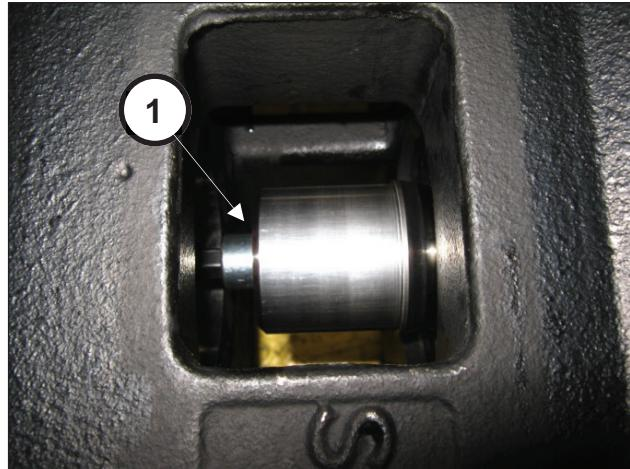
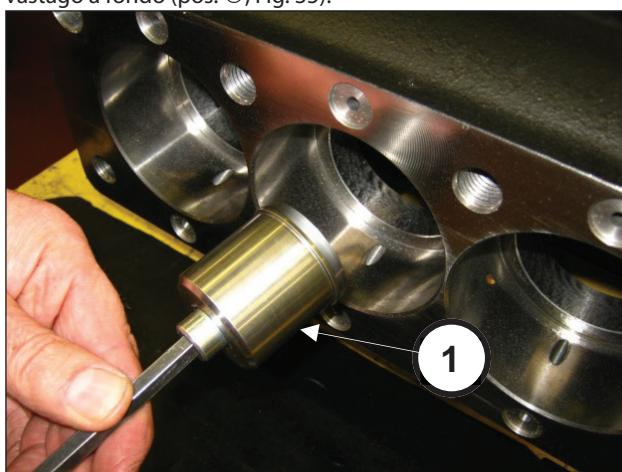

Fig. 35
Fig. 34
Introducir la herramienta (pos. ①, Fig. 34) y enroscarla en el vástago a fondo (pos. ①, Fig. 35).